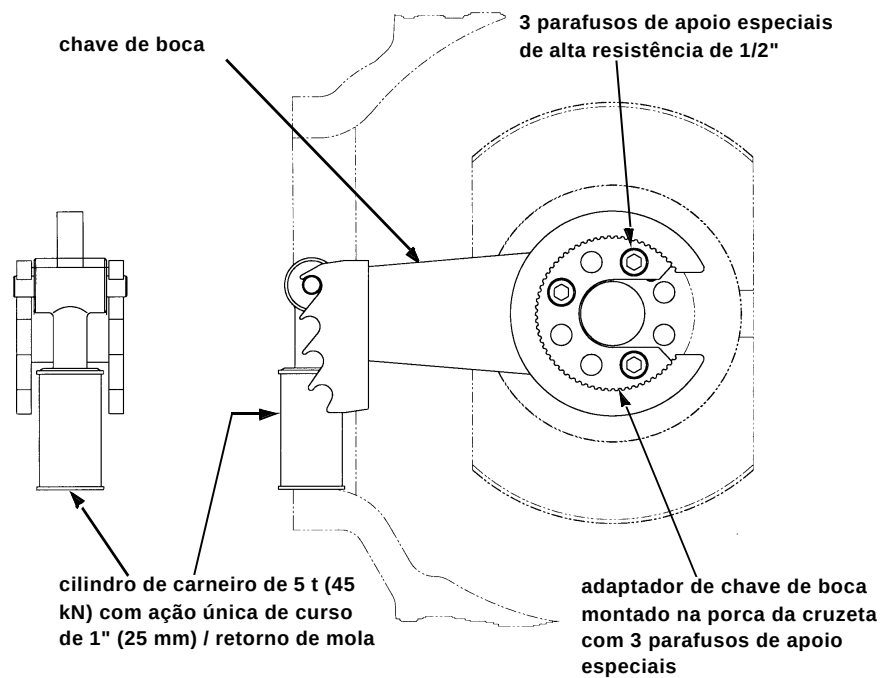

FIGURA 5-6 CHAVE DE TORQUE PARA PORCA DA CRUZETA - ILUSTRADA NA POSIÇÃO DE APERTO - TÍPICA
6. Ajuste a porca da cruzeta utilizando a Alavanca Rosqueadora especial ilustrada na Figura 7-1, página 7-2. Se a porca da cruzeta aceitar uma chave de torque hidráulica para porca da cruzeta, aperte a porca com ela (vide Figura 5-6, página 5-10). Aparafuse o adaptador de chave de boca à porca da cruzeta, utilizando os três parafusos de apoio especiais, com o lado aberto afastado do braço de momento da chave de boca. Instale a chave de boca, deslizando-a sobre o adaptador. O carneiro hidráulico é colocado no vão da guia da cruzeta e em um entalhe do braço de momento da chave de boca. A pressão hidráulica é aplicada sobre o carneiro até que esteja completamente estendido. Alivie a pressão hidráulica e reajuste o carneiro no próximo entalhe. Repita o procedimento até que a pressão hidráulica chegue a 3.500 psi (24.132 kPa), a porca não se movimente e o cilindro do carneiro não esteja completamente estendido. Retire todas as ferramentas.